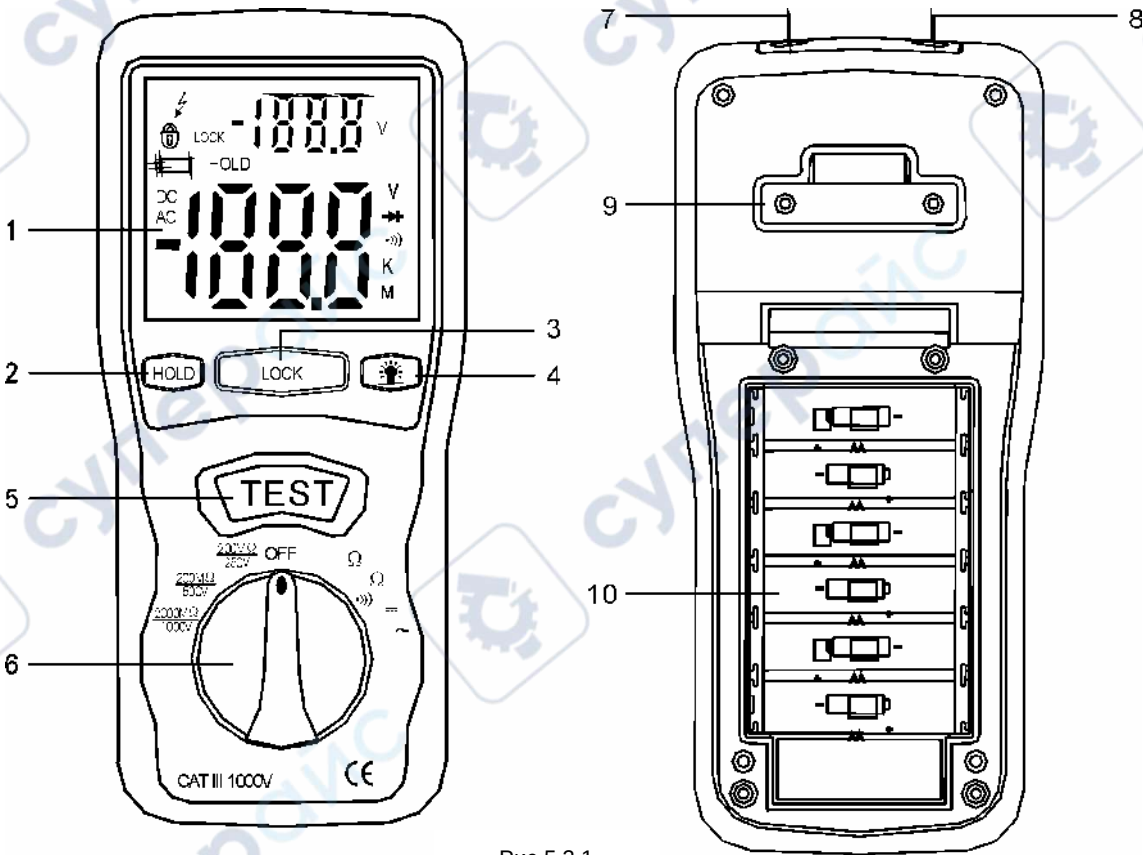

Рис.5.2.1
Органы управления и индикации передней панели для модели DT-5500 представлены в таблице 5.2.1 рис.5.2.1
- Включите прибор, установив функциональный переключатель **позиция 6, рис.5.2.1** на деление **200MΩ/250V**
- Вставьте черный измерительный провод в гнездо COM **позиция 8, рис.5.2.1** , а красный измерительный провод в гнездо Ω **позиция 7, рис.5.2.1**
- Нажмите кнопку TEST **позиция 5, рис.5.2.1** .
- На дисплее **позиция 1, рис.5.2.1** отобразится сопротивление изоляции. Секция 7 показывает, что последовательное деление больших систем необходимо, из-за большого количества параллельного сопротивления изоляции. В этом случае, система должна быть разделена на секции, каждая из которых должна быть протестирована отдельно. У каждой секции должно быть не менее 50 выходов, гнезд, осветительные деления шкалы и т.д. Переключаемое гнездо считается как один выход.
Внимание: Зарядка, находящаяся в изоляции, будет автоматически разряжена, когда кнопка **TEST позиция 5, рис.5.2.1** будет отпущена. Не поворачивайте переключатель функций **позиция 6, рис.5.2.1** пока нажата кнопка **TEST позиция 5, рис.5.2.1** , так как это может привести к повреждению прибора.
- Включите прибор, установив функциональный переключатель **позиция 6, рис.5.2.1** на деление 1000V, а затем на деление 500V. Данное деление также можете применить для измерения 1000В.
- На дисплее **позиция 1, рис. 5.2.1** считайте результаты измерения.
- Включите прибор при помощи функционального переключателя **позиция 6, рис.5.2.1**
- Нажмите на кнопку TEST **позиция 5, рис.5.2.1**, затем на кнопку LOCK **позиция 3, рис.5.2.1** , чтобы заблокировать испытательное напряжение. Повторное нажатие на данную кнопку отключит данную функцию .
- Включите прибор, установив функциональный переключатель **позиция 6, рис. 5.2.1** на деление **200Ω** .
- Подключите красный измерительный провод в гнездо V Ω **позиция 7, рис.5.2.1** , а черный измерительный провод в гнездо COM **позиция 8, рис.5.2.1**
- Считайте результаты измерения сопротивление на дисплее **позиция 1, рис.5.2.1**
- Подключите красный измерительный провод в гнездо "V Ω " позиция 7, рис.5.2.1 , а черный измерительный провод в гнездо "COM" позиция 8, рис.5.2.1 .
- Считайте показания напряжения на дисплее позиция 1, рис.5.2.1
Для отключения электродвигателя из сети, отключите измерительные провода от гнезд позиция 7 и 8 рис.5.2.1 или поверните функциональный переключатель позиция 6, рис.5.2.1 на деление OFF. Если Вы повернули функциональный переключатель позиция 6, рис.5.2.1 , а у электродвигателя есть стартер, тогда стартер нужно удерживать в позиции «ВКЛ». Измеряемая сопротивляемость включает в себя сопротивление электродвигателя, проводов и всех остальных компонентов, расположенных между электродвигателем и главным переключателем. Если индикация неустойчива, сопротивление электродвигателя и всех других компонентов должно быть измерено отдельно.
- Находясь в диапазоне $M\Omega$, вставьте красный измерительный провод в гнездо "V Ω " позиция 7, рис.5.2.1, а черный измерительный провод в гнездо "COM" позиция 8, рис.5.2.1.
- Находясь в диапазоне 200 Ω и ACV, вставьте красный измерительный провод в гнездо "V Ω " позиция 7, рис.5.2.1, а черный измерительный провод в гнездо "COM" позиция 8, рис.5.2.1.
- Установите поворотный переключатель позиция 6, рис.5.2.1 на деление 200 Ω .